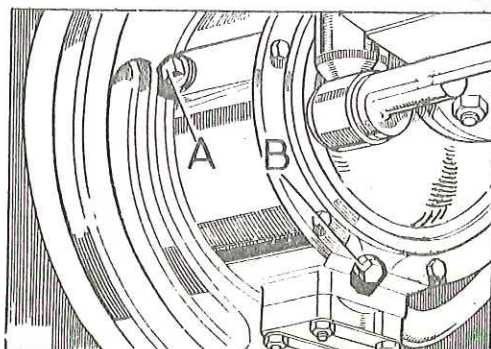

Fig. F-3 Tapones de llenado y vaciado
3.1.2. Retirar el tapón de vaciado, B (Fig. F-3) y dejar que salga todo el aceite, volviendo a colocar el tapón con su junta.
3.2.1. Quitar el tapón de nivel, A (Fig. F-3).